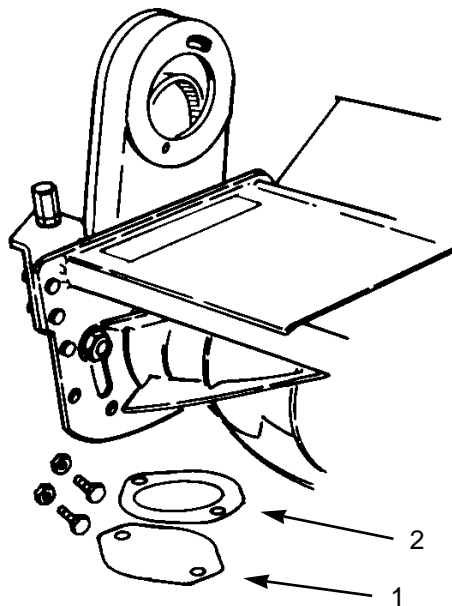

図9
1. カuttingユニットから、ロックナット、ボルト、出荷用カバー、駆動プレート・シールドを取る(図9)